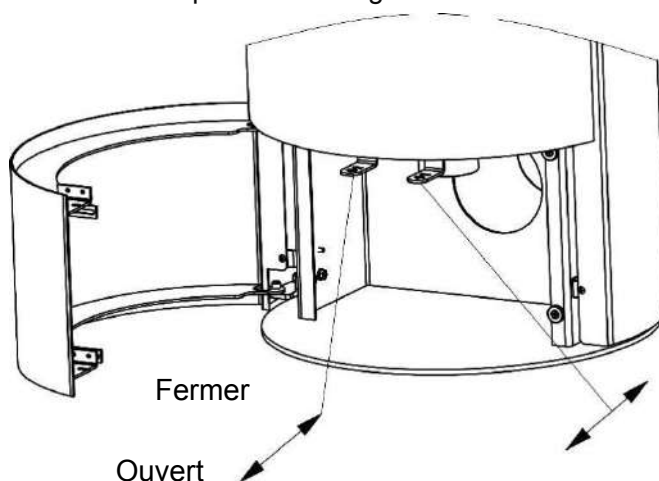

Figure 8
3) Une fois que le bois est complètement enflammé, au bout d'environ 2 minutes, réglez l'air en fonction du besoin comme indiqué dans la Figure 8 :